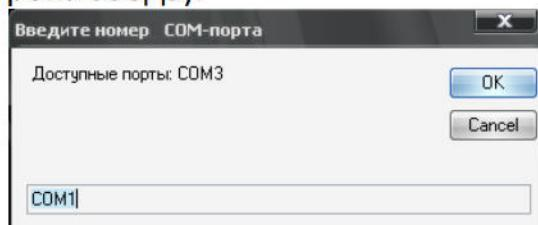

рис. 5.2. Доступные порты
- 2) выбрать в появившемся окне номер СОМ-порта из списка доступных портов (рис. 5.2) и ввести вручную требуемый номер СОМ-порта в нижней части окна (строка ввода).